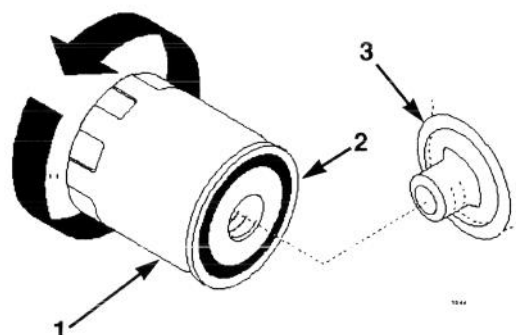

Figure 19
2. Déposer le filtre usagé et essuyer la surface du joint de l'adaptateur (Fig. 19).
3. Appliquer une fine couche d'huile neuve sur le joint en caoutchouc du filtre de rechange (Fig. 19).
4. Poser le filtre de rechange sur l'adaptateur. Tourner le filtre dans le sens des aiguilles d'une montre jusqu'à ce que le joint en caoutchouc touche l'adaptateur, puis visser encore le filtre d' $1/2$ tour (Fig. 19).